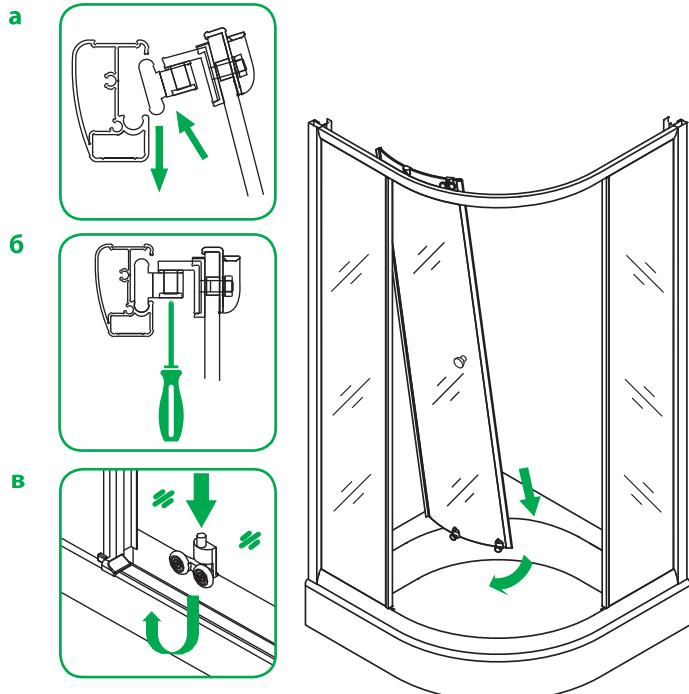

Рис. 10 / 10-сур.
11. Установите стеклянную дверь в верхние и нижние направляющие профилей (рис. 10). Произведите регулировку роликов для ровного и плотного смыкания дверей (рис. 106).